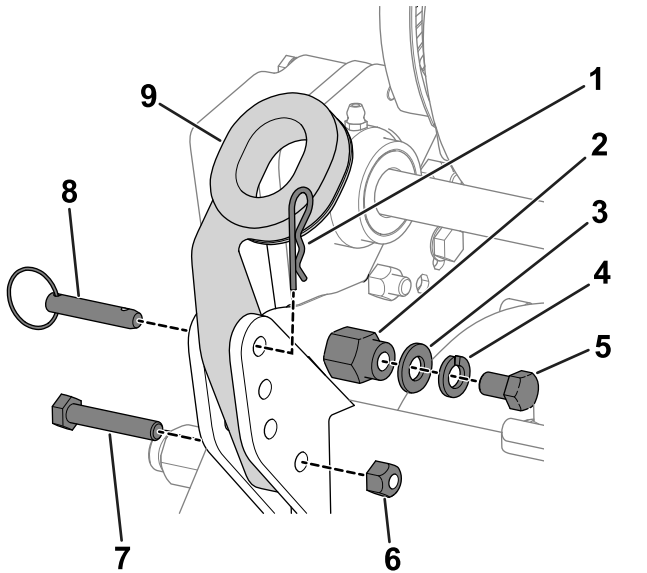

图3
- 卸下将手柄臂底部固定到机器两侧的螺栓5/16 英寸、锁紧螺母、环形销和发卡销图3。
- 从机器两侧的安装销上卸下螺栓 $\frac{5}{16}$  英寸、垫圈和锁紧垫圈图3。
- 将手柄端穿过手柄臂上的孔并将孔与安装销对齐图3。
- 用之前卸下的螺栓5/16 英寸、锁紧螺母、发卡销和环形销将手柄臂固定到机架后面图3。